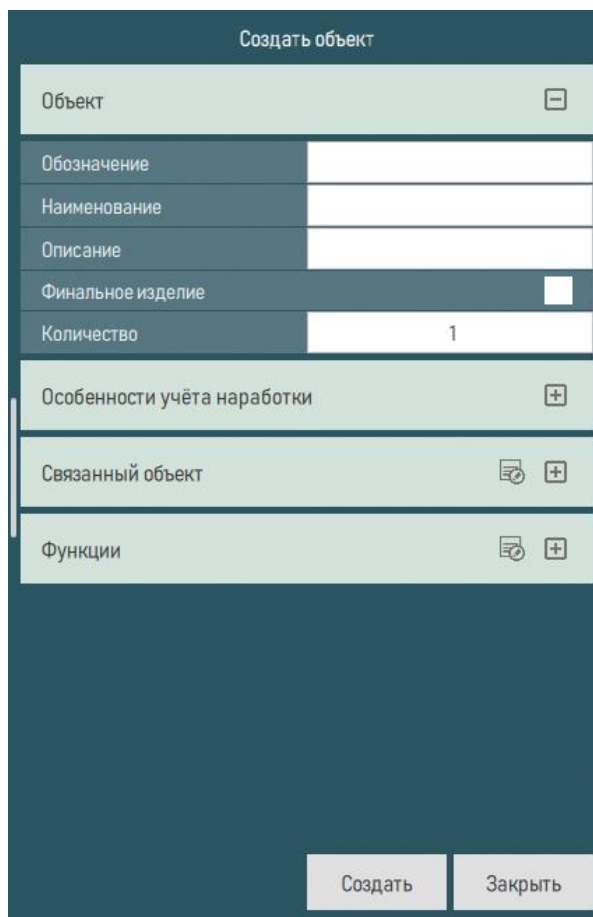

Рисунок 142 – Создание объекта
- 2) Задать значения в поле «Обозначение» и «Наименование» для дочернего объекта (рисунок 142).
9) Нажать кнопку «Создать» для сохранения данных (см. рисунок 142).